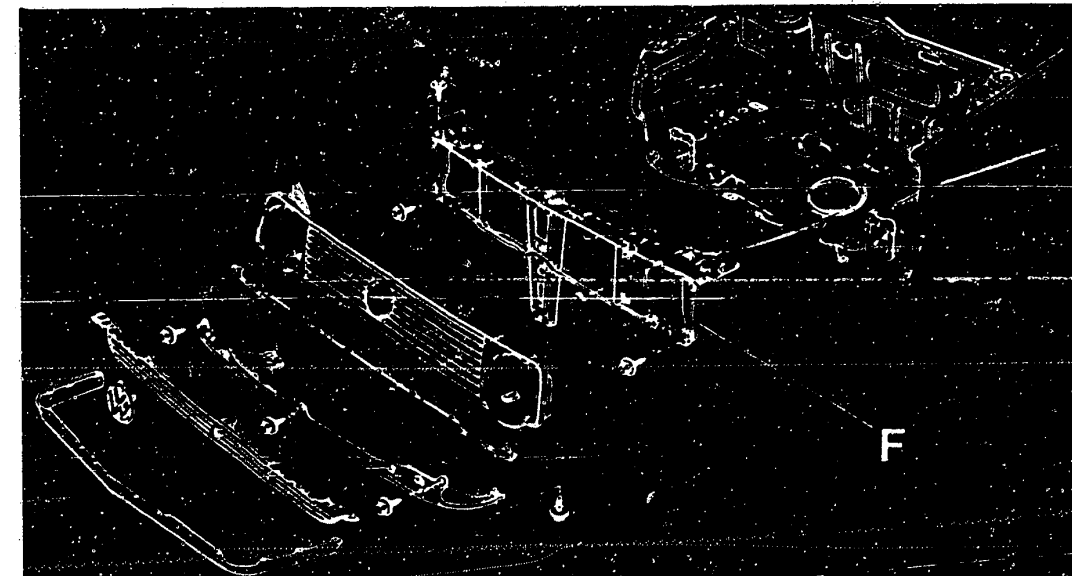

Bild 4 Das Frontblech F ist mit neun Schrauben befestigt und wird zusammen mit den Scheinwerfern ausgebaut.
- Kühlergrill und Frontblech mit Scheinwerfern (Bild 4)